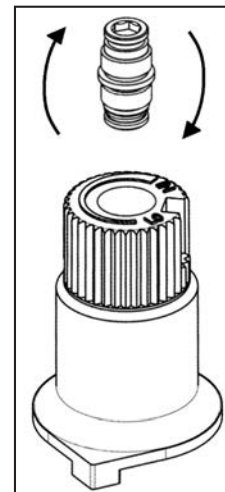

Figure 11: Retournez vis de soupape.
d) Retournez la vis (voir figure 11).